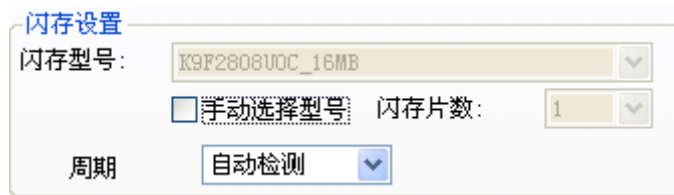

图 11 选择手动选择型号
**闪存设置：** 量产前请检查闪存盘所贴 Flash 的类型，片数等，一般来说量产工具可以自动侦测到这些参数。如果侦测不到 Flash 的类型和片数，用户可以通过手工选择闪存类型和片数。先选择“手动选择型号”，然后可以在“闪存型号”栏选择所要的闪存类型，在“闪存片数”栏选择正确的片数，如图 11 所示。